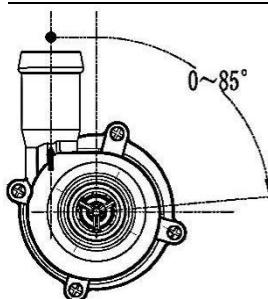

图 9
3.3.3 水泵按图 9 角度范围安装，水泵进水口应低于出水口，以利于排气。水泵出水口必须接向加热器进水口。